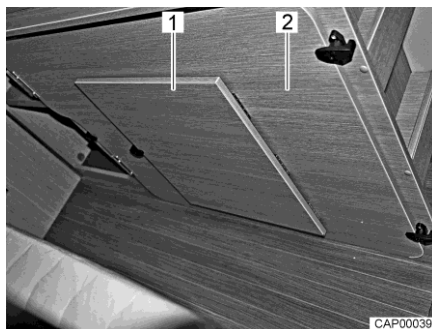

Bild 44 Stödplatta vid höger sänggram
- Ta dessutom upp stödplattan (Bild 44,2) från höger sänggram bak.
- Fäll ut fotstöd (Bild 44,1) på stödplattan.